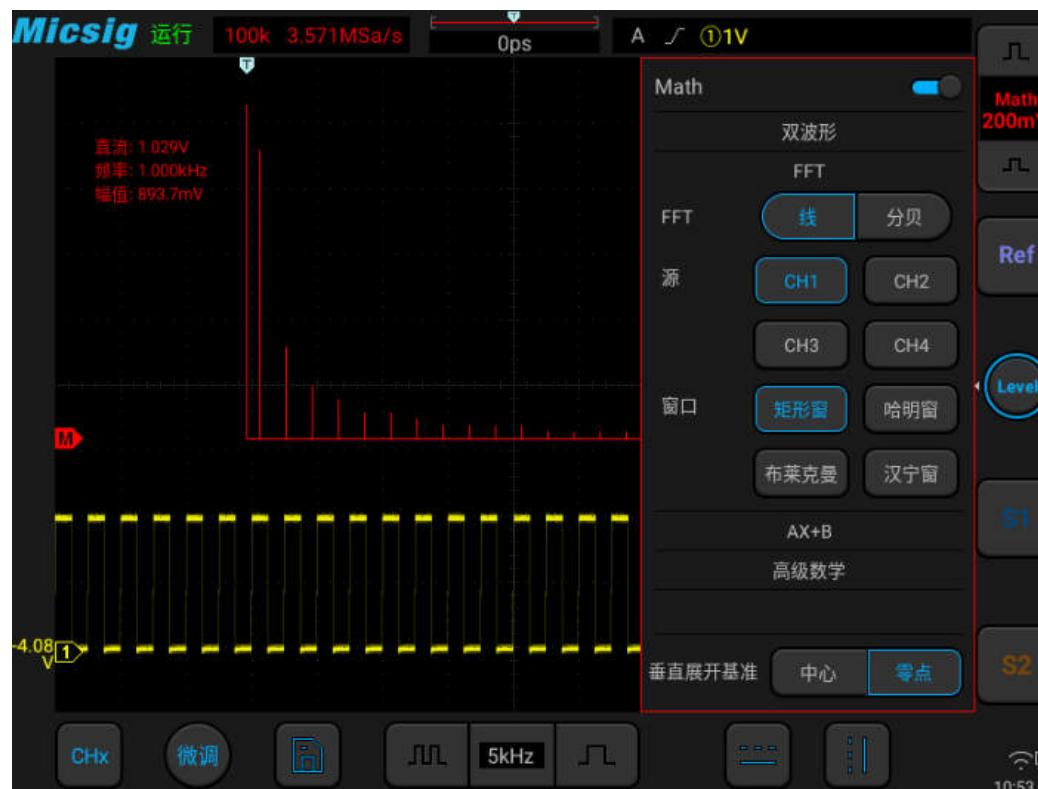

图9-3 FFT 窗口
- 2) 轻点 **FFT** 频谱类型“线/分贝”，打开 FFT 窗口（见图 9-3 FFT 窗口）。